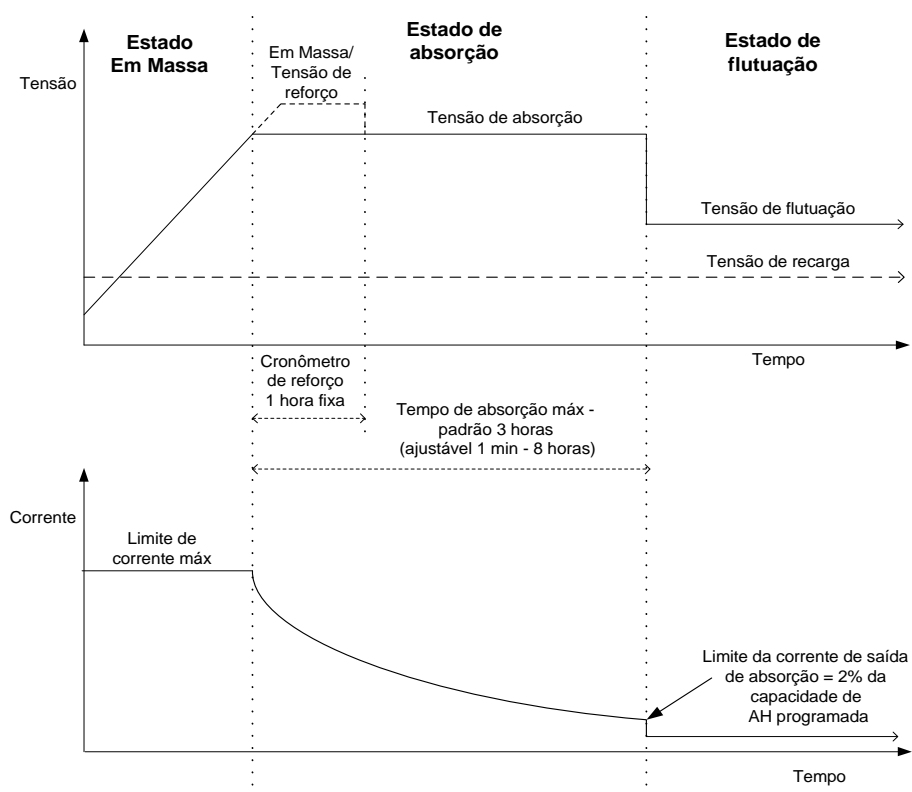
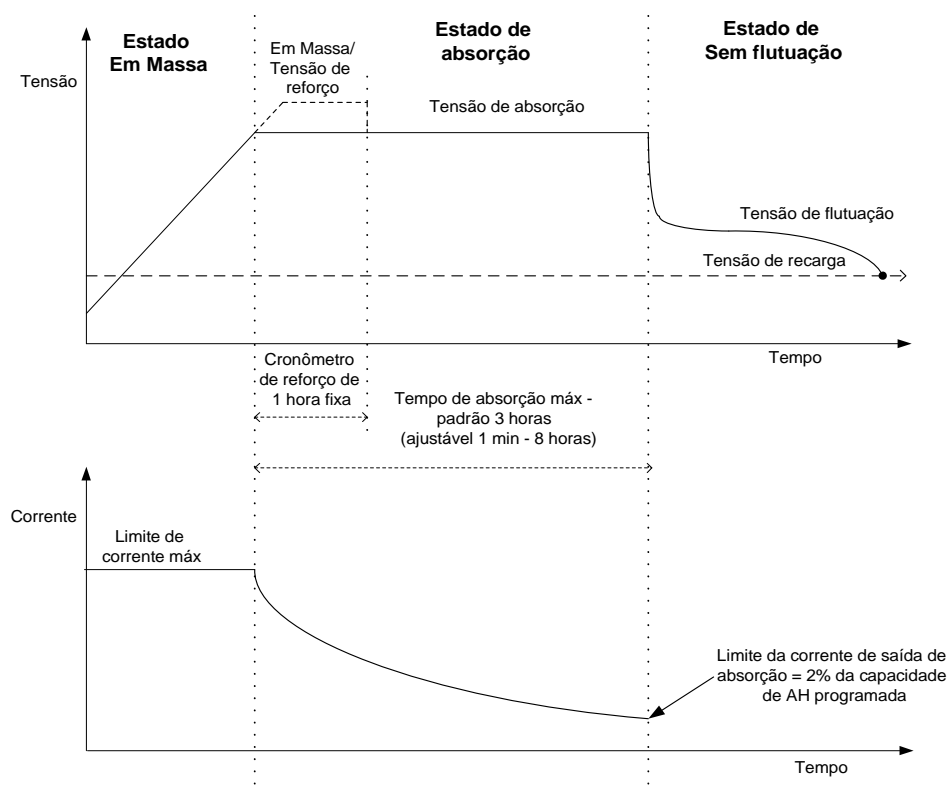

Figura 1-4 Ciclo de carregamento da bateria em três estágios^a
Figura 1-5 Ciclo de carregamento da bateria em dois estágios
O processo de carregamento em três estágios resulta em um carregamento mais eficiente, em comparação com o relé tipo liga-desliga ou com os reguladores de tensão de estado sólido constante. O estágio final em flutuação reduz a formação de gases da bateria, minimiza a perda de eletrólitos e garante a recarga completa da bateria. A tensão da bateria e a corrente variam durante o processo de carregamento em três estágios, conforme mostrado na Figura 1-4.
a. Um ciclo de carregamento real para um sistema baseado em fotovoltaico, que está em uso enquanto estiver sendo carregado, provavelmente será diferente do ciclo representado na Figura 1-4. Isto é porque a saída do sistema fotovoltaico é limitada pela quantidade de energia solar disponível e também porque as cargas DC afetarão a corrente da carga e a tensão da bateria medida.
Observação: esta observação se aplica à Figura 1-4 e à Figura 1-5.
O processo de carregamento em dois estágios inclui os estágios em massa e de absorção, mas usa um estágio “Sem Flutuação” em vez de “Flutuação”. O relacionamento entre a corrente de carregamento e a tensão de bateria durante o processo de carregamento em dois estágios é mostrado na Figura 1-5.